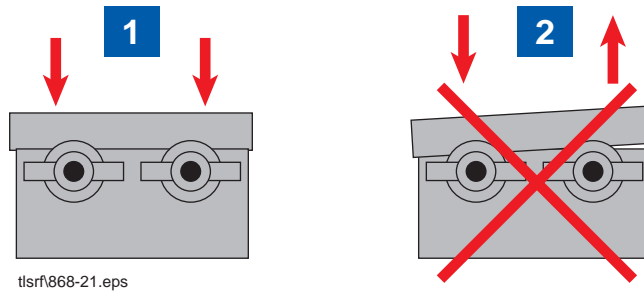

Figure 21. Remplacement correct des couvercles des composants
13. Appliquer une légère couche de graisse sur le joint torique du couvercle et visser correctement ce dernier sur le boîtier (voir Figure 21. Remplacement correct des couvercles des composants).
LÉGENDE DE LA FIGURE 21. REPLACEMENT CORRECT DES COUVERCLES DES COMPOSANTS
8. Appliquer une couche de graisse sur le joint torique du couvercle du récepteur et visser correctement ce dernier sur le boîtier (voir Figure 21. Remplacement correct des couvercles des composants).
6. Appliquer une couche de graisse sur le joint torique du couvercle du répéteur et visser correctement ce dernier sur le boîtier (voir Figure 21. Remplacement correct des couvercles des composants).